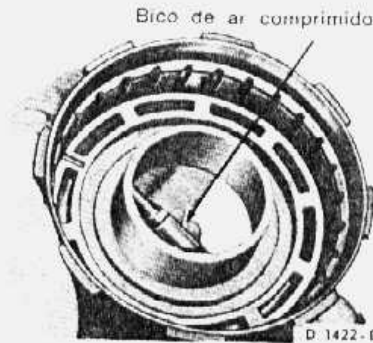

fig. 76 — remoção do êmbolo da embreagem de ré-alta
5. Remover o êmbolo introduzindo ar sob pressão no orifício de aplicação do êmbolo, no cubo da embreagem (fig. 76).